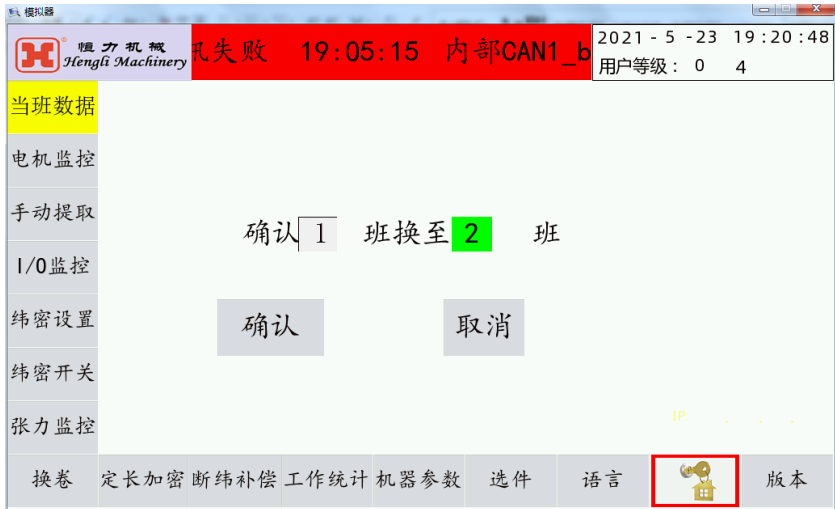

图 3-5 当前班组界面
- 当前班次：点击可以修改当前班组（1-5），如图 3-5 所示，点击确认修改。